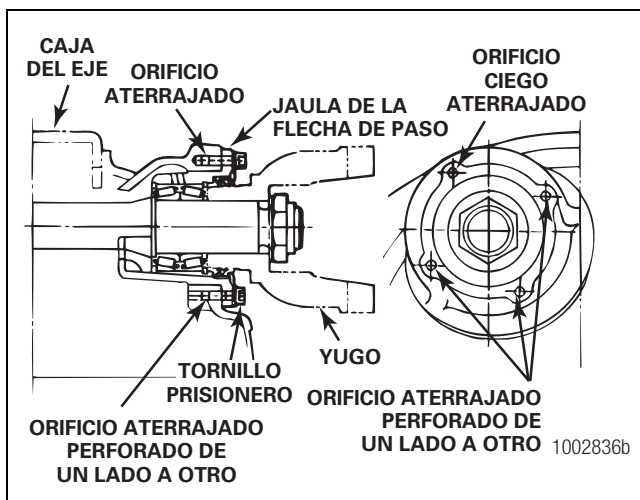

Figura 5.121
- Aplique un cordón de 0.25 de pulgada (6 mm) de sellador Loctite® 518 en los orificios aterrajados perforados de un lado a otro ubicados en las posiciones de las dos, las cinco y las ocho del reloj. Figura 5.121.